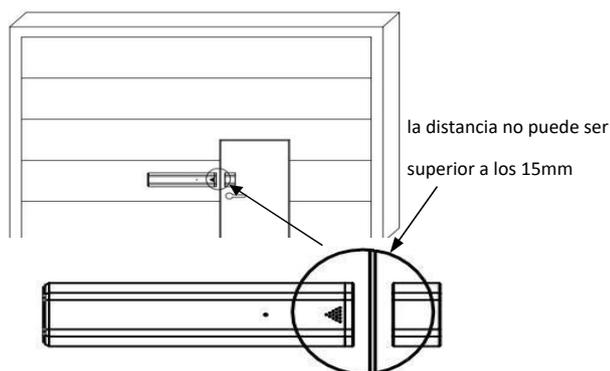

Fig.1
2. La distancia de instalacion entre Rcontact TF Part 1 and Rcontact TF Part 2 lo mas indicado 15 mm como máximo.(Fig.1)